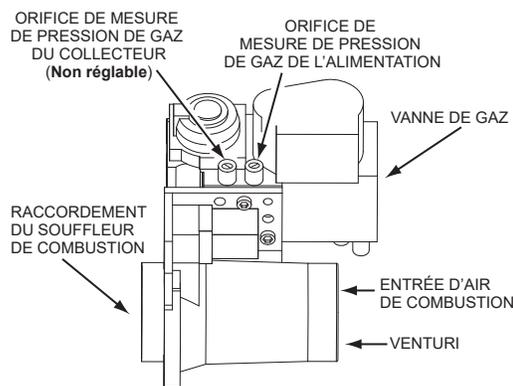
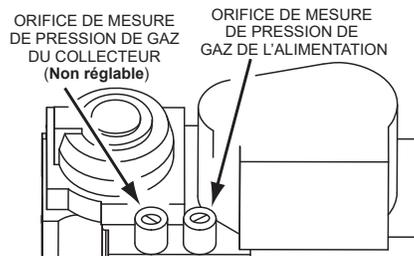

Figure 60. Ensemble vanne de gaz/venturi - Vue de dessus
Figure 61. Détail de la vanne de gaz - Vue de dessus
4. Attendre cinq (5) minutes que tout gaz résiduel soit dissipé.
5. Raccorder le manomètre à la prise de pression de gaz d'alimentation sur la vanne de gaz. Voir **Figure 60** et **Figure 61** (page 54).
Les chauffe-eau couverts par ce manuel comportent des prises de contrôle pour les mesures de pression de gaz d'alimentation et de collecteur sur la vanne de gaz. À l'aide d'un petit tournevis de poche à tête plate, ouvrir le robinet à pointeau à l'intérieur de la prise de mesure de pression du gaz d'alimentation d'un tour complet seulement; faire tourner la vis du robinet à pointeau dans le sens contraire des aiguilles d'une montre pour ouvrir le robinet. Enfiler le tube de mesure du manomètre sur le dessus de la prise de mesure. Voir **Figure 60** et **Figure 61** (page 54).